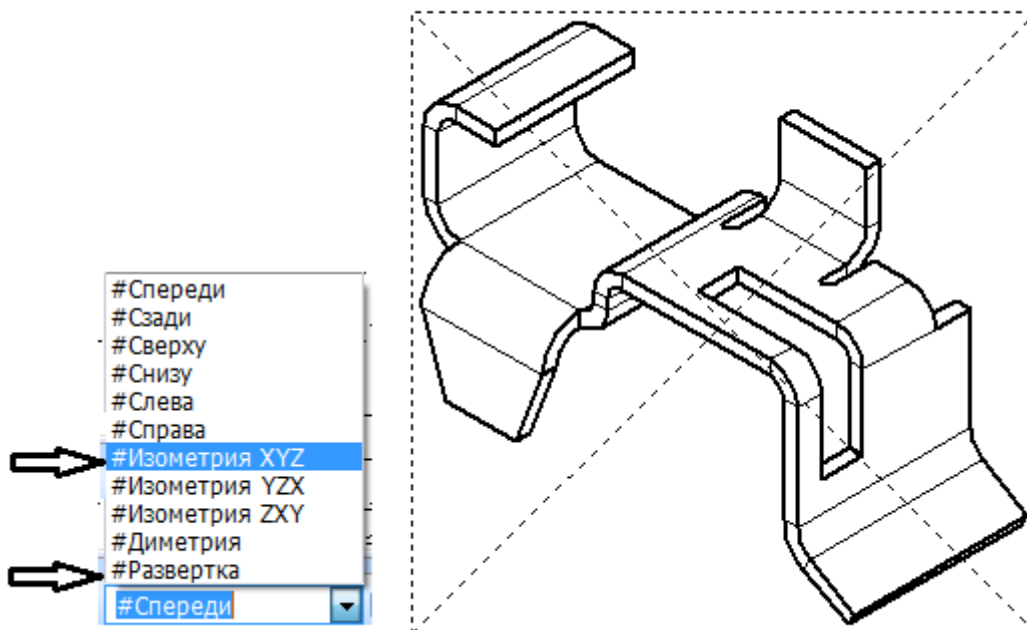

Рисунок 65.
6. Нажмем кнопку «*Произвольный вид*»  . На «*Панели свойств*» в списке «*Ориентация вида*» выбрать пункт «*#Изометрия XYZ*» . На панели «*Линии*»- «*Линии переходов*» ставим «*Показывать*». Зафиксируем фантом изометрии листовой детали в верхнем правом углу чертежа (рисунок 65).
7. Для получения изображения развертки необходимо еще раз нажать кнопку «Произвольный вид» и на «Панели свойств» в списке «Ориентация вида» выбрать пункт «#Развертка» (рисунок 65).